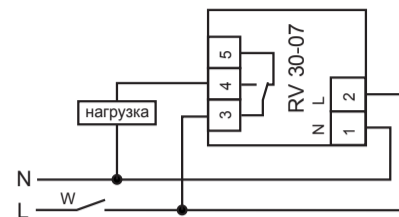

Рис. 2: схема подключения нагрузки мощностью до 4,4 кВт к устройству
7.2. Подключить нагрузку к изделию (см. рис.2). Для этого используйте одножильный или многожильный провод с двойной или усиленной изоляцией сечением, соответствующим мощности нагрузки. Фазное напряжение подается на контакты 2 и 3 устройства. Напряжение может подаваться через выключатель W или напрямую.